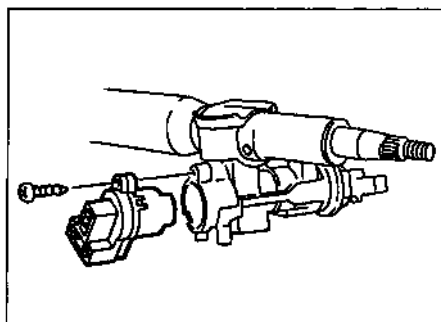

Рис. 9.8. Детали крепления выключателя зажигания
- Отверните винт и снимите выключатель с рулевой колонки (см. рис. 9.8).